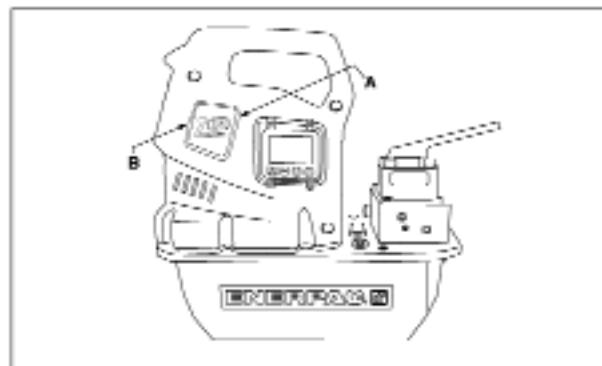

图 11. 拆除电刷盖
2. 偏转电刷盖的销子 (B)，慢慢地向外撬，即可拆除两个电刷盖 (A) (见图 11)。
在打开保护罩之前先断开装置的电源。从前支架拆除半个 LCD 保护罩以及一个小孔插座。将导线穿过正面的支架，连到电源板上（见图11）。要确保消除应力。再将此半个保护罩装上。